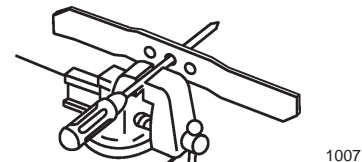

Figure 28
1. Vérifiez l'équilibre de la lame en enfilant le trou central sur un clou ou la tige d'un tournevis serré horizontalement dans un étau (Fig. 28).